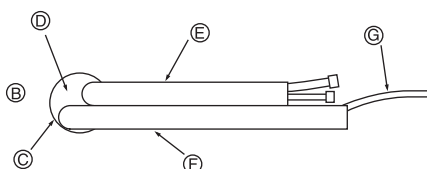

Fig. 3-5
② Αριστερός και πίσω αριστερός σωλήνας
- ②-① Για πίσω αριστερή σωλήνωση, τραβήξτε τους σωλήνες να βγουν από την οπή για να μετρήσετε σωστά το μήκος τους, μετά λυγίστε τους. Η εσωτερική μονάδα πρέπει να κρέμεται από τη βάση της που είναι τοποθετημένη στον τοίχο. (Fig. 3-5)